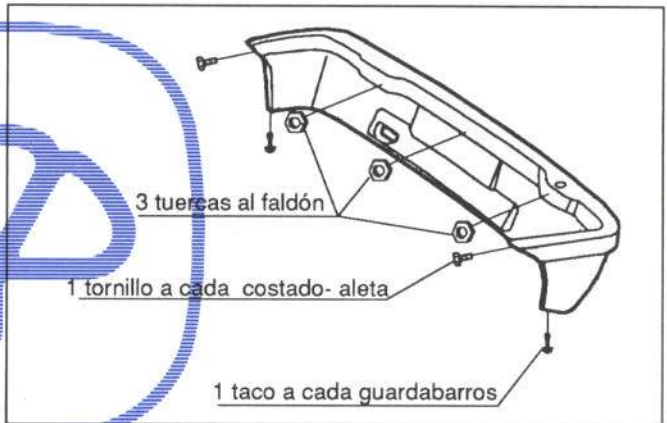

Figura 41.- Fijación del paragolpes trasero
En la figura 41 se muestra la fijación de dicho elemento. El fabricante lo comercializa como pieza de recambio independiente.
- Paragolpes trasero (figura 41)
- Paragolpes (figura 41)